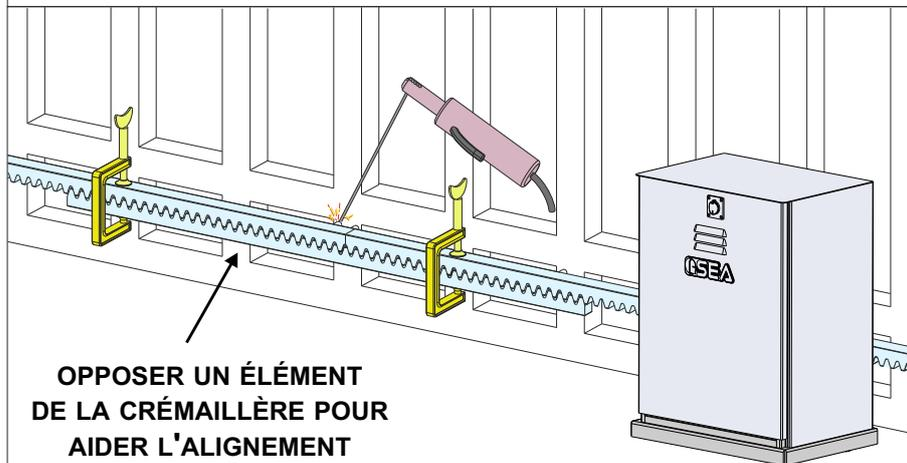

Fig. 11
**6.5.** Assurez-vous que tous les éléments de la crémaillère sont parfaitement alignés et correctement placés (**DENTURE EN PHASE**). Il est conseillé d'opposer un élément à deux éléments consécutifs pour assurer le parfait alignement comme illustré en Fig. 11;